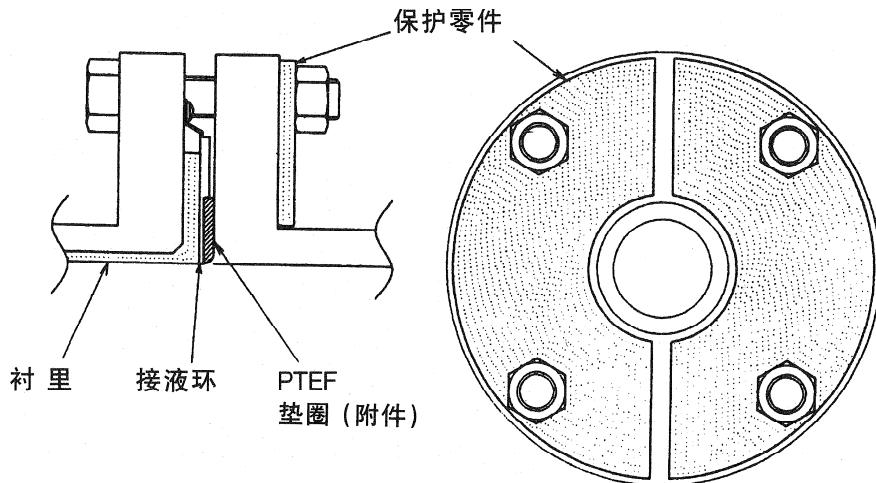

图 2-30 在 2.5A-200A 的条件下，接液环为 SUS 以外的材质的场合（使用保护零件）
- 保护配件：按规定的力矩紧固安装可能会发生氯乙烯配管变形和损坏，请使用厚度为 1mm 以上的不锈钢材等硬质的金属材料作为保护零件。零件形状参照图 2-30。
如图 2-30 所示的保护零件夹住氯乙烯法兰，将检测器装在配管上，该保护零件应装在氯乙烯法兰的外侧，且即使用规定的紧固力矩也不会使配管变形及破损。紧固力矩可参照 2-27 ~ 29 页的表 2-5。